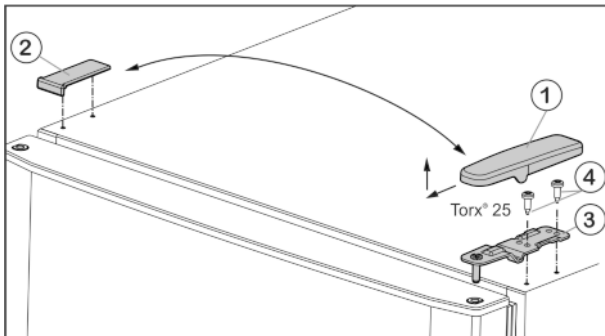
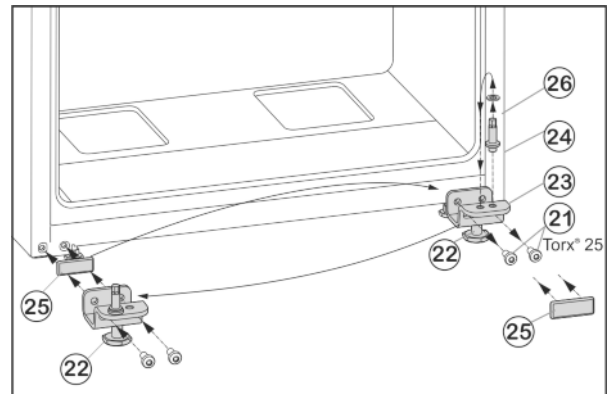

Fig. 4
Fig. 6
- ▶ Afdekking Fig. 4 (1) naar voren en boven wegtrekken.
- ▶ Afdekking Fig. 4 (2) eraf nemen.
- ▶ Bovenste lagerbus Fig. 4 (3) losschroeven (2 maal Torx® 25) Fig. 4 (4) en naar boven eraf trekken.
- ▶ Bevestigingsbouten Fig. 6 (21) losschroeven.
- ▶ Lagerbok onder Fig. 6 (23) volledig met lagerbouten Fig. 6 (24), schijf Fig. 6 (26) en stelvoet Fig. 6 (22), verwijderen.
- ▶ Lagerbouten Fig. 6 (24) volledig met schijf Fig. 6 (26) losschroeven, terugplaatsen in het tegenoverliggende opnamegat van het lagerbok en weer vastschroeven.
- ▶ Afdekplaat Fig. 6 (25) voorzichtig verwijderen en terugplaatsen op de andere zijde.
- ▶ Lagerbok onder Fig. 6 (23) volledig met lagerbouten Fig. 6 (24), schijf Fig. 6 (26) en stelvoet Fig. 6 (22) weer op de nieuwe scharnierzijde evt. met behulp van een accuboormachine **vastschroeven (met 4 Nm)**.
- ▶ Onderste deur van bovenaf op scharnierpen Fig. 6 (24) plaatsen.
- ▶ Middelste scharnierblok (13) 180° gedraaid in de onderste deur plaatsen en met bevestigingsbouten (11) (2 maal Torx® 25) op de nieuwe scharnierkant **stevig (met 4 Nm)** aandraaien.
- ▶ Kunststof ring (10) weer aanbrengen.
- ▶ Bovenste deur op het middelste scharnierblok (13) plaatsen.
- ▶ Plaats de bovenste lagerbus Fig. 4 (3) aan de nieuwe scharnierkant in de deur.
- ▶ Bovenste lagerbok **vastschroeven (met 4 Nm)** (2 keer Torx® 25) Fig. 4 (4). Eventueel een accuboormachine gebruiken.
- ▶ Afdekking Fig. 4 (1) aan de andere kant buiten plaatsen en vastklikken.
- ▶ Afdekking Fig. 4 (2) steeds aan de andere kant van bovenaf plaatsen en vastklikken.
- ▶ Stelpoot Fig. 6 (22) van onderste scharnierblok Fig. 6 (23) eruit draaien, tot deze de vloer raakt.